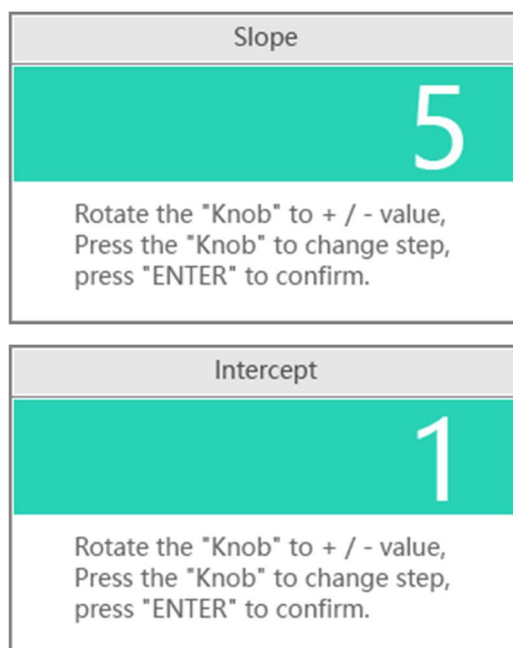

図 6-11 K 値と B 値の入力
2. 図 6-11 のメッセージに従い、検量線式 $C=K*A+B$ の K 値(Slope)と B 値 (Intercept) を入力し、<ENTER>キーを押して確定します。それぞれ設定する際にジョグダイヤルを押すと、設定ステップを変えることができます。押すごとに、可変スピードを 20 ステップか 1 ステップに選択することができます。